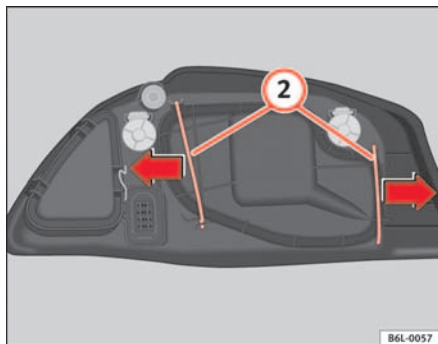

Abb. 142 Glühlampe
- Die Stäben **2** ⇒ Abb. 142 in Pfeilrichtung herauschieben und den Deckel abnehmen.
- Den Kunststoffdeckel und die Stäben **2** ⇒ Abb. 142 einsetzen.